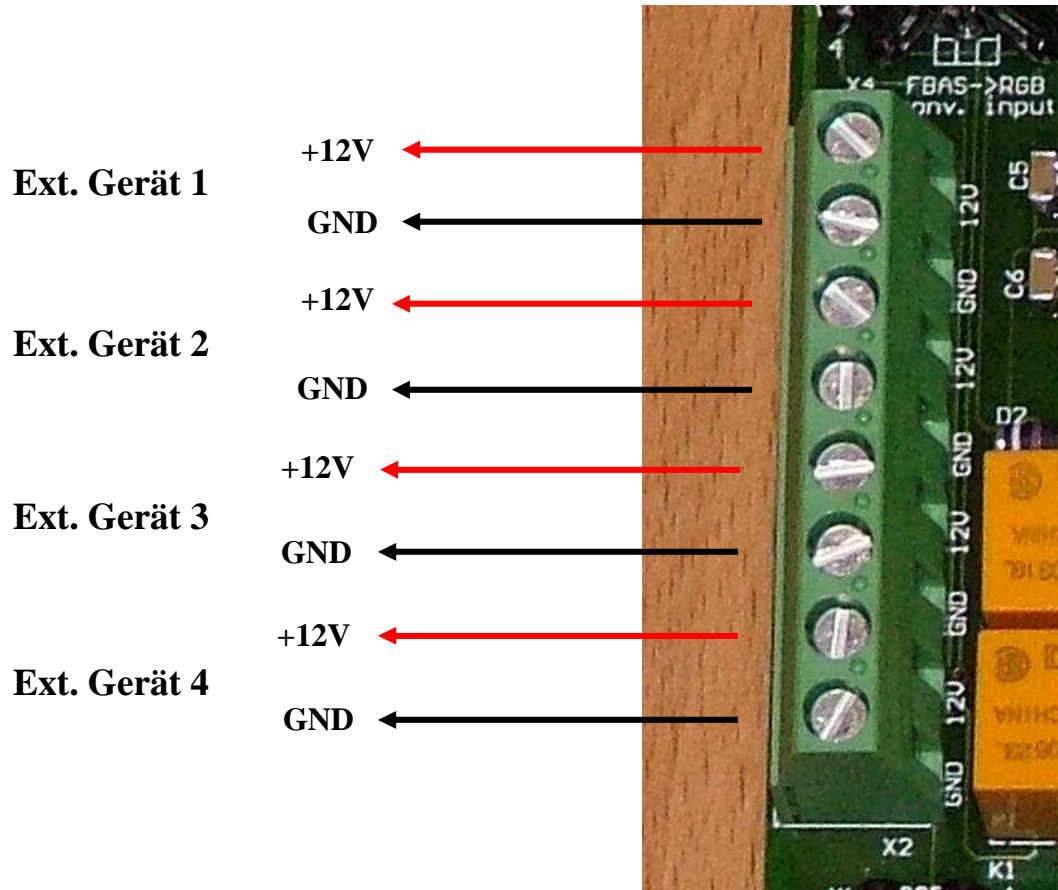

Bild 6: Klemmblöcke 12V-Out
- Hauptstromversorgung wieder abklemmen und OES-Switch mit dem CID-Interface, den Videoquellen und dem FM-Modulator (wenn vorhanden) verbinden. Spannungsversorgung der Videogeräte an den Klemmblöcken „12V-Out“ entsprechend Bild 6 abgreifen und nicht verpolen!